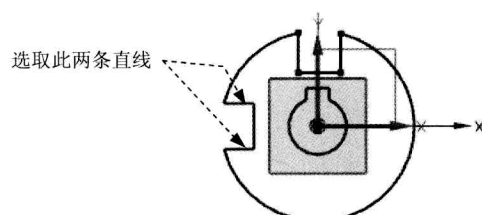

图 2.13.10 添加约束 (六)
Step 6 参照步骤 5 添加图 2.13.10 所示的“相等”约束。